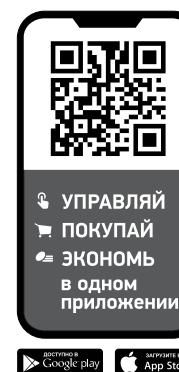

рис. 6.1
- Закройте шаровой вентиль на входе в водоочиститель (рис. 6.1).